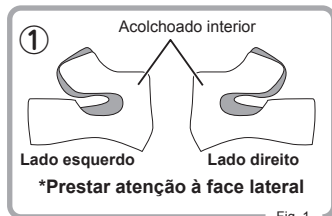

Fig. 1
- 1 Substituir o acolchoado interior corretamente, verificando a face lateral do acolchoado interior da proteção para o rosto. (Fig.1)